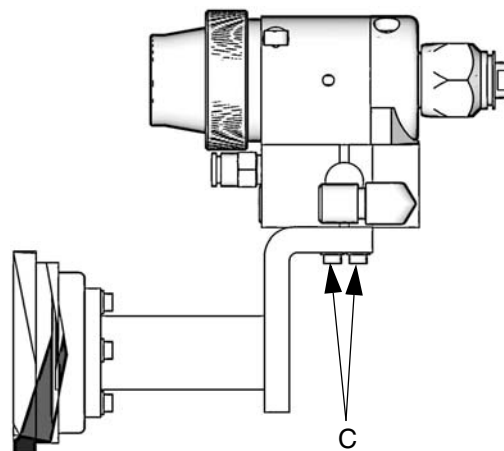

FIG. 4 : Fast montering
Vid fast montering (se FIG. 4 och **Monteringshål**, sidan 28):
3. Montera en avluftande kran på luftmatningen till pistolcylindern, efter tryckluftregulatorn så att luften till pistolcylindern kan stängas av. Koppla luftledningen till cylinderluftanslutningen på pistolen (C). Se Fig. 4.
4. Vid sprutning av färg: Montera ett vätskefilter artikelnr. 210500 på pistolens vätskeintag (F) så att munstycket inte sätts igen av partiklar i vätskan. Se Fig. 4.
5. Anslut en elektriskt ledande vätskeslang till vätskeintaget (F) eller alternativt filtret på pistolen.